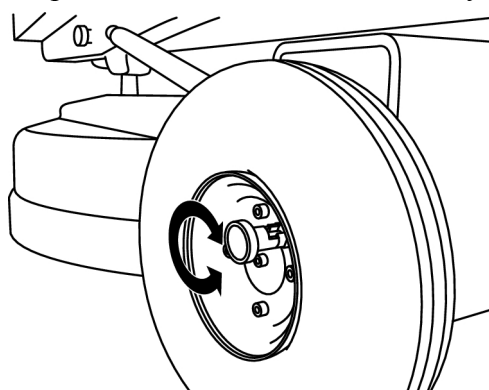

Рисунок 4-4. Поверните на 90 градусов
2. Поверните стопорный штифт на 90 градусов и отпустите для установки в закрепленное положение, см. Рисунок 4-4, стр. 19.